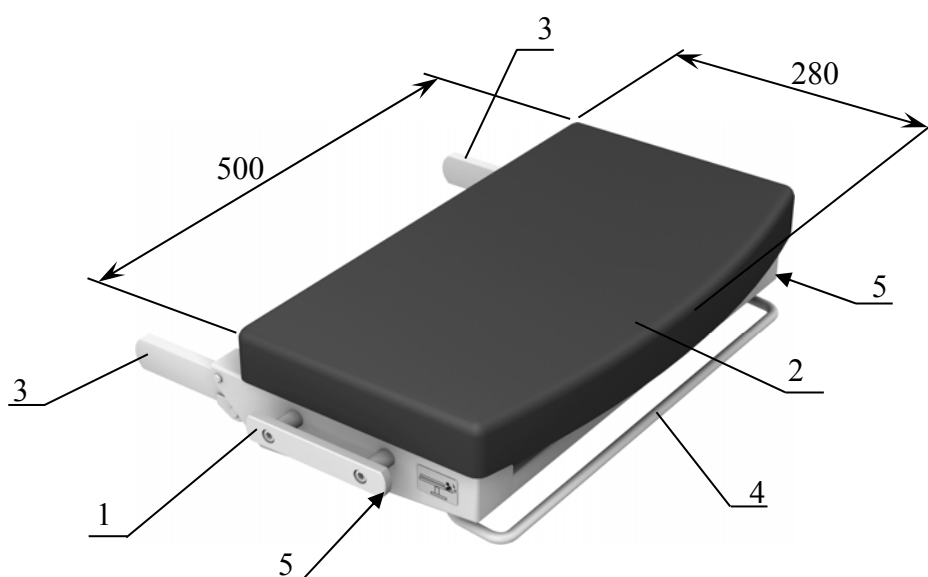

**Рисунок 1. Комплект КПП-20 для позиционирования головы с одним наклоном и приводом.**
Основой комплекта является рама 1 (рисунок 1), на которой крепится съемная подушка 2. На раме закреплены поворотные монтажные консоли 3, служащие для установки комплекта в гнездах центрального блока секций стола. В раме размещены две газовые пружины 5, служащие для поворота и фиксации выбранного положения. Пружины включаются рычагом 4.
9.3 Монтажные консоли 3 комплекта (рисунок 1) устанавливаются в прямоугольные гнезда центрального блока секций панели стола.